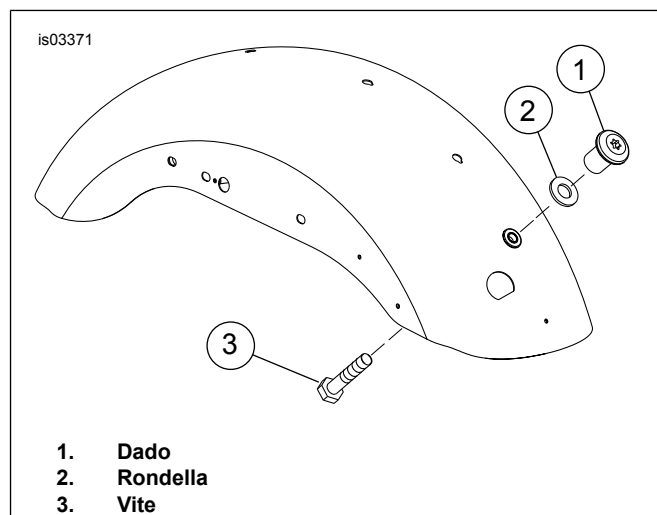

Figura 1. Bulloneria del foro anteriore sul parafango (illustrato parafango modelli 2006)
2. Vedere Figura 1. Togliere dal foro anteriore sul parafango la rondella (2) e la vite (3) del prigioniero della sella ed eliminarli.
2. Vedere Figura 1. Togliere dal foro anteriore sul parafango il dado (1), la rondella (2) e la vite (3) ed eliminarli.